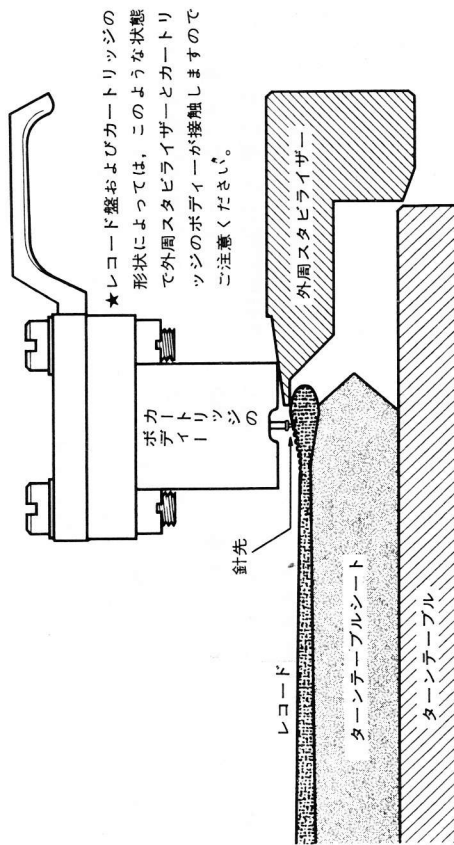

図9 レコード盤とカートリッジ、外周スタライザーの関係
- 外周スタビライザーは8頁の図9の状態レコードをホールドしますが、実際の再生動作時にカートリッジによっては、そのボディと外周スタビライザーが接触する場合があります。(詳しくは7～11頁をご参照ください。)
この様なグループガードの途中から音ミゾが始まるような規格外レコードの場合, 使用カートリッジの形状および使用針圧によつては, 外周スタビライザーとカートリッジのポディーが接触し, レコードの最外周部のトレースが不可能となりますのでご注意ください。(図9, 15)